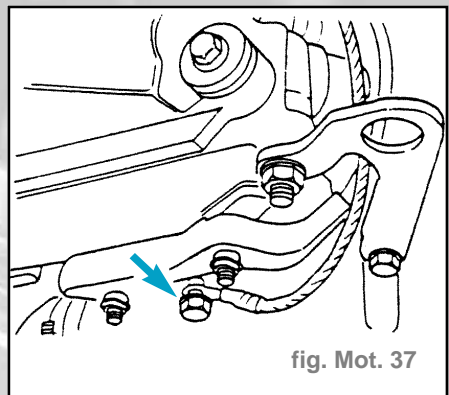

fig. Mot. 37
- Le raccord de masse commun des bobines d'allumage (câble 4a) est vissé sur la partie avant de la culasse (fig. Mot. 37).